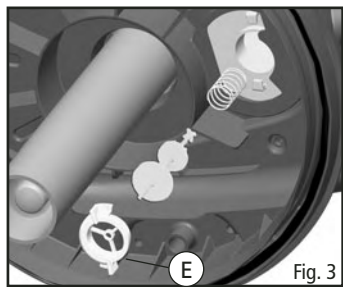

Fig. 3
- 10) Nettoyer la cuve du filtre (Q) avec de l'eau, en particulier autour du bord supérieur là où est posée la bague d'étanchéité du couvercle (P). Nettoyer le couvercle du filtre (G) avec de l'eau.
- 11) Au besoin, nettoyer l'indicateur de nettoyage (U) après l'avoir désassemblé comme suit : 1) enlever la bride de retenue (E) en la faisant tourner en sens inverse des aiguilles d'une montre, 2) retirer l'indicateur et son ressort. Rincer toutes les pièces dans l'eau et les réassembler avec soin (Fig. 3 et Fig.4).
- 12) Inspecter et nettoyer les deux lames pour la mousse (L) et les tiges. Au besoin, remplacer les lames par des nouvelles. Chaque lame peut facilement être détachée de la tige en dévissant la vis au milieu.
- 14) Réassembler l'appareil avec soin. S'assurer que la masse filtrante biologique ne perturbe pas le plateau de soutien (N) et qu'il est remis en état correctement.